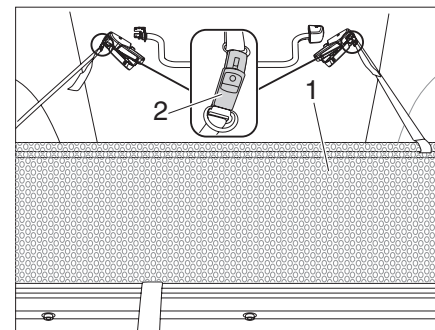

Bild 37 Herausfallschutz
- ▶ Herausfallschutz (Bild 37,1) unter der Matratze hervorziehen.
- ▶ Herausfallschutz mit Riemenschnalle (Bild 37,2) am Aufstelldach befestigen.
- ▶ Riemenschnalle (Bild 37,2) lösen.
- ▶ Herausfallschutz (Bild 37,1) unter der Matratze verstauen.